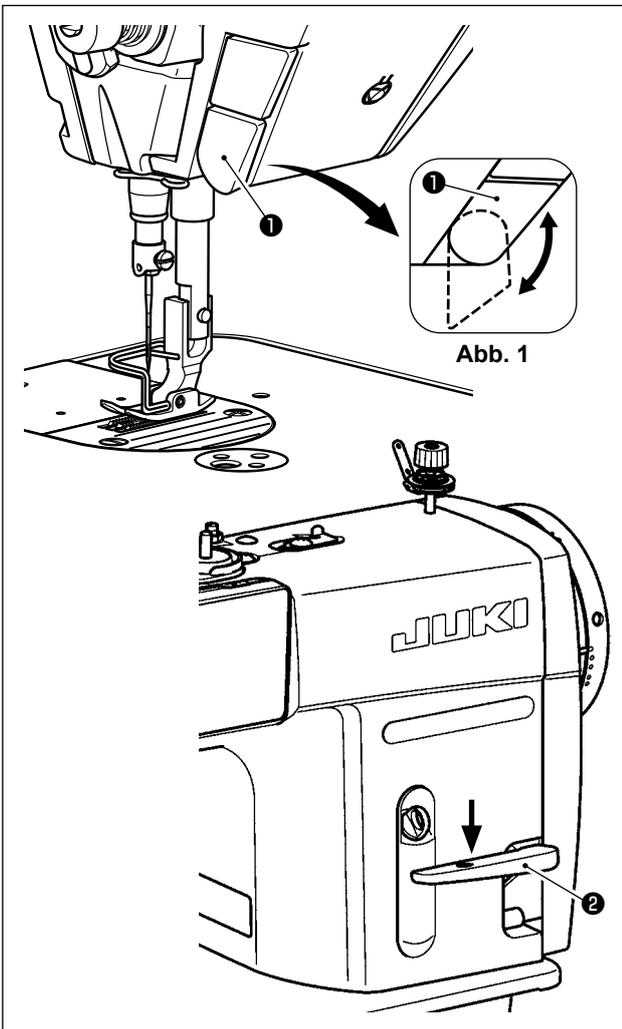

Abb. 1
Die Rückwärtstransport-Drucktaste ❶ kann durch Drehen in zwei unterschiedlichen Positionen verwendet werden. (Abb. 1)